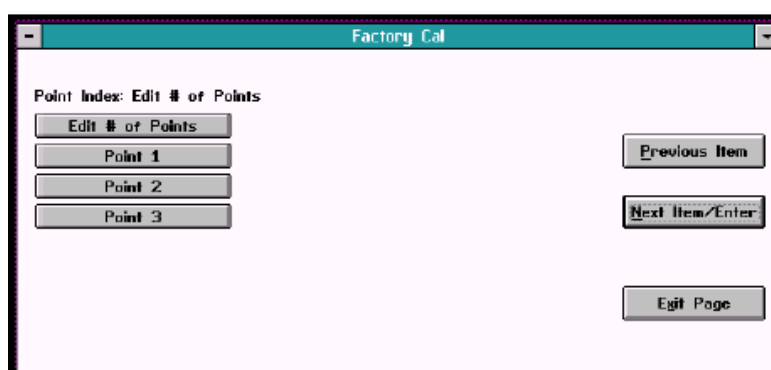

図 3-30 Factory Cal ウィンドウ
*Edit Functions* メニュー (3-2 ページの図 3-1) で *Factory Cal* オプションをクリックします。図 3-30 のような画面が表示されます。